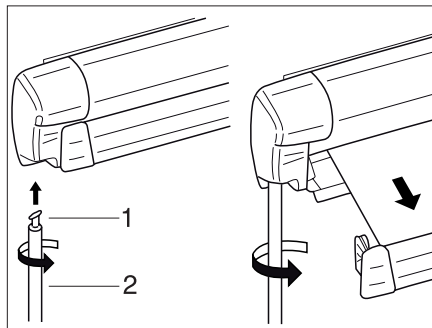

Fig. 11 Toldillo
- ▶ Colgar el gancho (Fig. 11,1) de la varilla de manivela (Fig. 11,2) en la argolla de engranaje y girar en 90°.